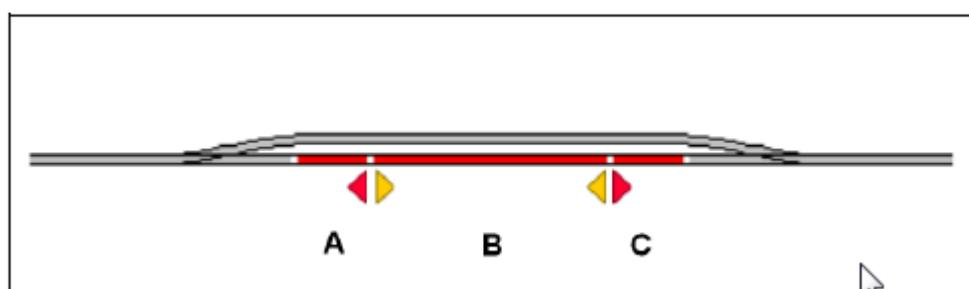
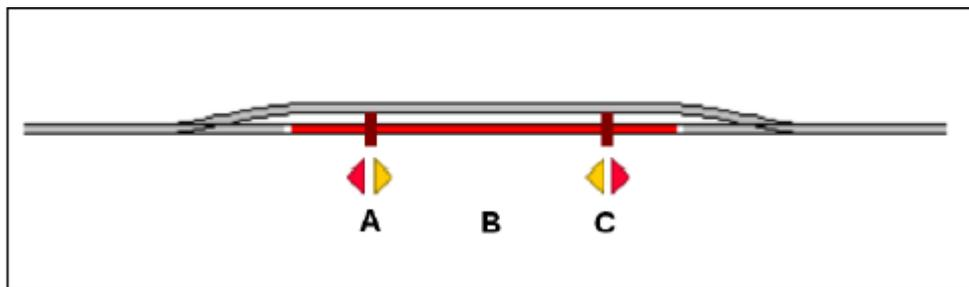
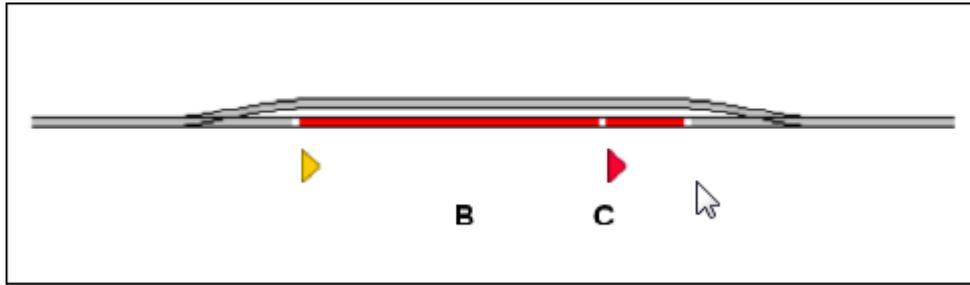

Figure 109 : Canton avec trois détecteurs d'occupation
Figure 110 : Canton avec un détecteur d'occupation et deux détecteurs temporaires
Figure 113 : Canton avec deux détecteurs d'occupation
La figure 109 montre un canton équipé avec trois détecteurs d'occupation. Chacun d'eux est associé à un indicateur dans le logiciel et appelé A, B et C. Tous les indicateurs sont attribués au même canton dans le logiciel. Le canton est indiqué occupé aussitôt qu'un train entre dans la section de voie. A de la gauche vers la droite ou C dans le sens opposé. Le canton reste occupé jusqu'à ce que le train quitte la section à l'opposé. Un marqueur d'arrêt a été défini pour l'indicateur A pour les trains circulant vers la gauche, C est marqué avec un marqueur d'arrêt pour les trains circulant vers la droite. Les trains sont stoppés, respectivement, à la limite entre B et A ou C. L'indicateur B est associé à deux marqueurs de ralentissement pour les deux sens de circulation. Les trains commencent à ralentir quand ils entrent sur B pour chacun des sens de circulation. Les sections A et C doivent être suffisamment longues pour
La configuration illustrée à la figure 109 est la solution optimale et la plus recommandée. Le canton est signalé occupé tant qu'un train est situé dans une des sections d'occupation. En outre, il serait possible de distinguer dans laquelle des trois sections A, B ou C le train se situe. Des wagons parqués ou à la dérive peuvent être détectés aussi s'ils causent une indication d'occupation. Les rames poussées peuvent aussi être traitées si la voiture de tête génère une indication d'occupation. Cette méthode demande l'effort de couper les rails à la limite de chaque section d'occupation.
La figure 110 montre un canton équipé d'un détecteur d'occupation (B) et de deux contacts temporaires (A et C). Chacun de ces détecteurs est associé à un indicateur dans le logiciel et appelé A, B et C. Tous les indicateurs sont attribués au même canton dans le logiciel. Le canton est indiqué occupé aussitôt qu'un train entre dans la section B quel que soit le sens de circulation. Le canton reste occupé jusqu'à ce que le train quitte la section B. L'indicateur A correspond à un indicateur d'arrêt pour les trains circulant vers la gauche, C est repéré avec un marqueur d'arrêt pour les trains circulant vers la droite. Les deux indicateurs sont en plus repérés avec des marqueurs de ralentissement pour le sens opposé. L'emplacement de A et celui de C doit assurer que chaque train est stoppé avant de toucher un des aiguillages. D'autre part, le plus long train doit pouvoir entrer entièrement dans le canton quand il doit y être stoppé. Pour cette raison, A et C, où les trains sont stoppés, doivent être situés suffisamment près des limites du canton.
L'application de la figure 110 doit tenir compte du fait que les contacts temporaires sont moins fiables que les détecteurs d'occupation.
La figure 113 a été dérivée de la figure 109 en supprimant le contact A. On suppose que le canton est uniquement parcouru de gauche à droite. B agit comme marqueur de ralentissement et C comme marqueur d'arrêt pour les trains circulant vers la droite.
Les différentes configurations discutées dans cette section ne sont que des exemples. Des configurations comme celle de la figure 113 peuvent aussi être réalisées avec des contacts temporaires ou un mélange des deux comme dans la figure 110. On peut aussi penser à d'autres configurations. Il n'y a pas de panacée pour le paramétrage d'un canton. La solution optimale ne dépend pas seulement de prescriptions techniques mais aussi de votre équipement existant et du prix que vous souhaitez mettre dans de nouveaux équipements.